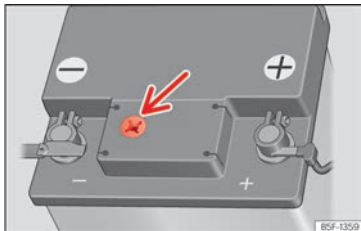

Abb. 242 Sichtfenster an der Oberseite der 12-Volt-Fahrzeuginnen (Prinzipdarstellung).
- Prüfen Sie die Farbanzeige im runden Sichtfenster an der Oberseite der Batterie » » » **(Abb. 242).**